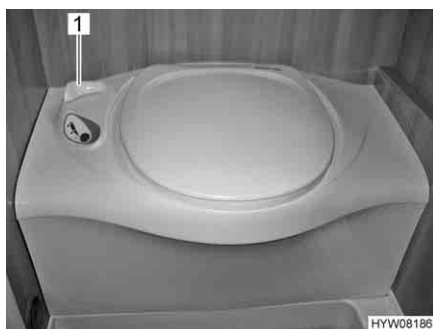

Fig. 119 Toilette Thetford
- Prima di tirare l'acqua, aprire il cursore della toilette Thetford. A tal fine ruotare la leva del cursore (Fig. 119,1) in senso antiorario.
- Dopo aver tirato l'acqua chiudere il cursore. Ruotare la leva del cursore (Fig. 119,1) in senso orario.